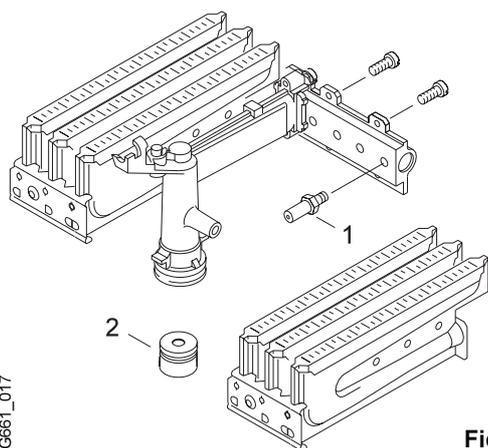

Fig. 6
2. Desmonte o queimador e substitua os injectores (Fig. 6, pos. 1).
4. Substitua a anilha de estrangulamento (Fig. 6, pos. 2).